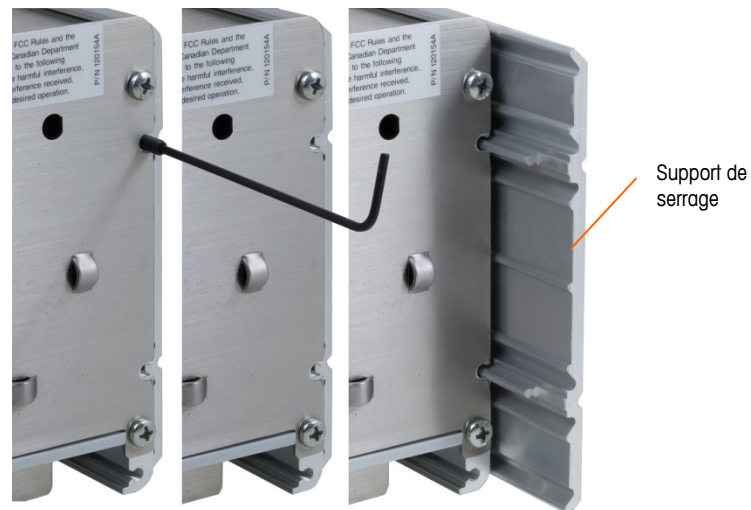

Figure 2-8 : Support de serrage
1. Desserrez et démontez les quatre vis Allen de fixation des supports de serrage sur les côtés de l'enceinte (reportez-vous à la Figure 2-8). Utilisez la clé Allen de 2 mm accompagnant le terminal.